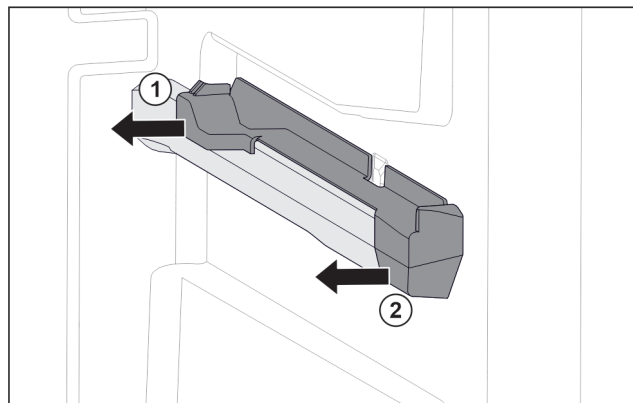

Fig. 82 Nasazovací díl na pravém žebrování na nádobě
- ▶ Stáhněte nasazovací díl vzadu na stranu. Fig. 82 (1)
- ▶ Stáhněte nasazovací díl vpředu na stranu. Fig. 82 (2)